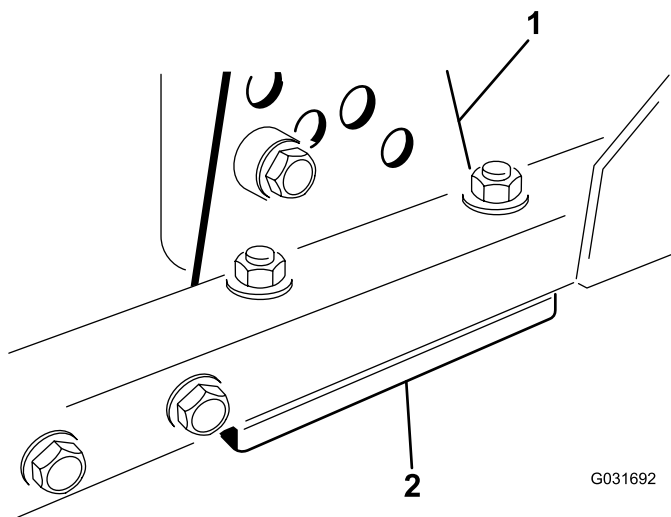

Bild 64
1. Entfernen Sie die Schnitthöhen-Einstellhalterung (vorne, links oder rechts) vom Mähwerkrahmen (Bild 64).
2. Führen Sie 1,5-mm- und/oder 0,7-mm-Beilagscheiben zwischen dem Mähwerkrahmen und der Halterung ein, um die gewünschte Schnitthöhe zu erhalten (Bild 64).